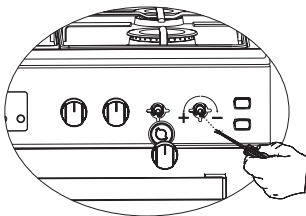

Figura 6
5. Pentru ultimul control, aduceți arzătorul atât în poziția de flăcără mare cât și în poziția redusă și verificați dacă flacăra este aprinsă sau oprită. În funcție de tipul de robinet de gaz utilizat în aparatul dvs., poziția șurubului de reglare poate varia. Pentru a regla cuptorul la tipul de gaz, efectuați cu atenție reglarea pentru flăcără redusă rotind cu o șurubelniță mică, așa cum se arată mai jos pe șurubul din mijlocul robinetelor de gaz, precum și schimbarea duzei. (Figura 6 și 7)